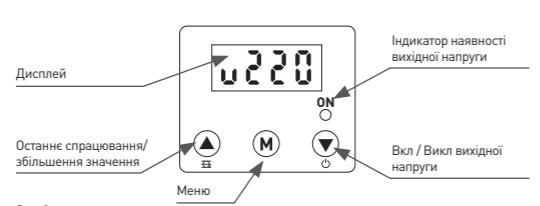

Рис.2
При включені пристрію в розетку, на дисплеї відображається біляко 7-8 секунд. Після чого на дисплеї відображається відлік часу затримки. Потім зображення зникає, але індикатор наявності вихідної напруги (ON), див. Рис.2. При зниженні напруги в мережі в цей момент буде відображати дисплей. При виході напруги з живлення за установленим в релі межі, на дисплеї з'явиться поточна напруга і миготливий значок «U» - при спрацюванні від зниженої напруги, «U» - від підвищеної.